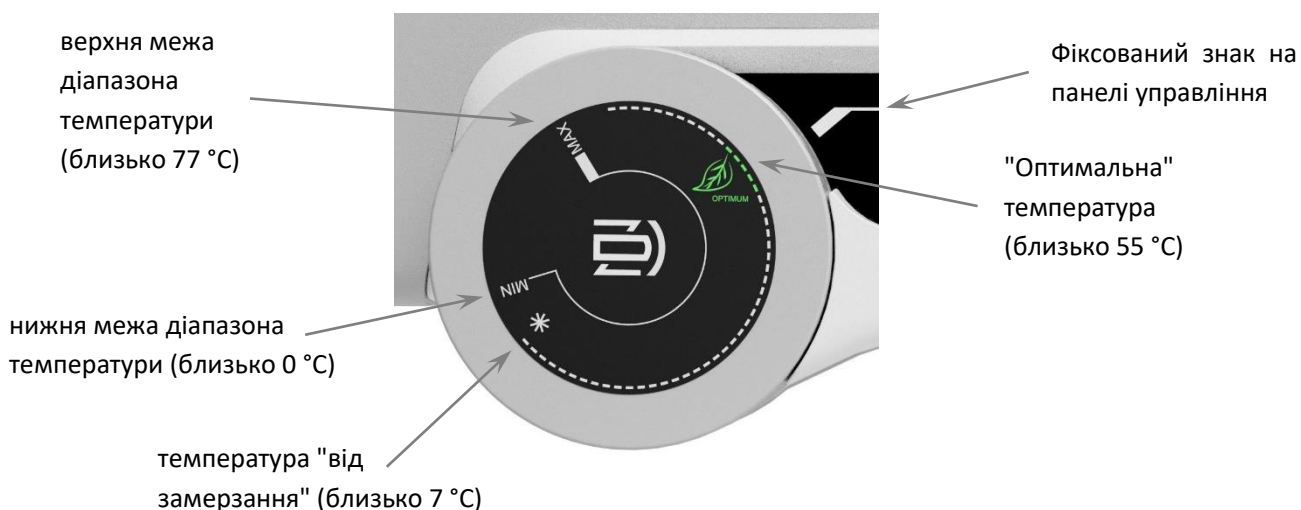

Рисунок 9
**Термостат (Рисунок 9), і жодна інша частина панелі управління не є несучою частиною, яку можна використовувати для будь-якої маніпуляції з нагрівачем.**
Температура води налаштовується поверненням ручки термостата. Необхідне значення встановлюється напроти фіксованої мітки на панелі управління (Рисунок 9).